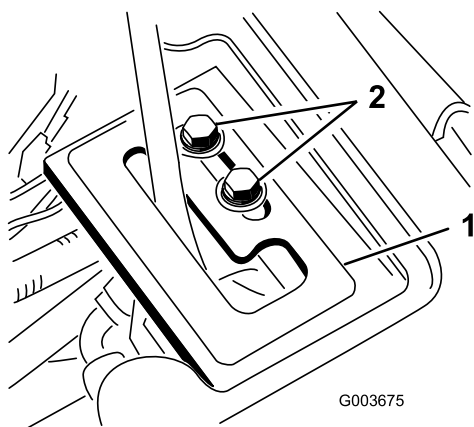

Figura 17
1. Pase la placa de guía de la palanca por encima de la palanca de elevación y fíjelo provisionalmente al bastidor con 2 tornillos con arandela prensada y arandelas (Figura 17).
6. Con el motor en marcha y la palanca de elevación en la posición **Flotar**, desplace la placa de guía de la palanca hasta que el cilindro de elevación pueda ser extendido y retraído con la mano (Figura 17).
7. Apriete ambos tornillos de montaje de la placa de guía de la palanca de elevación para afianzar el ajuste (Figura 17).